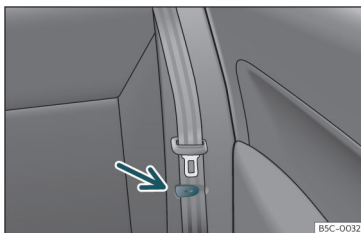

Fig. 101 Sedile posteriore: morsetto per sostenere la cintura di sicurezza.
- Collocare le cinture di sicurezza laterali nel morsetto del rivestimento»»» **fig. 101**.